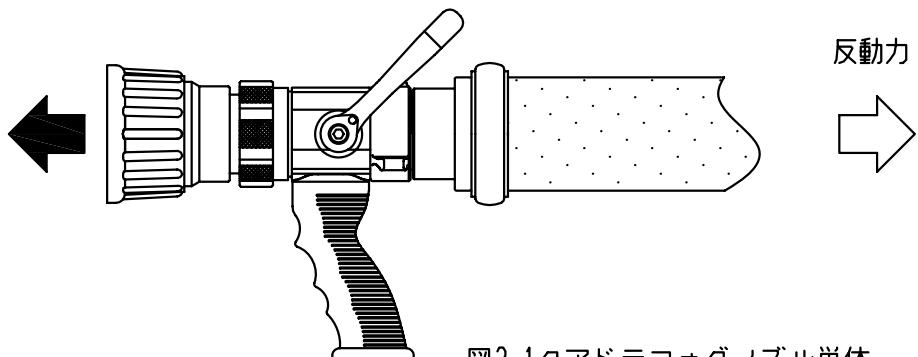

図2-1 クアドラフォグノズル単体
- ・ガンタイプノズル、管鎗ノズル等では放水反動力は放射方向と逆向きに働きます。(図2-1参照)